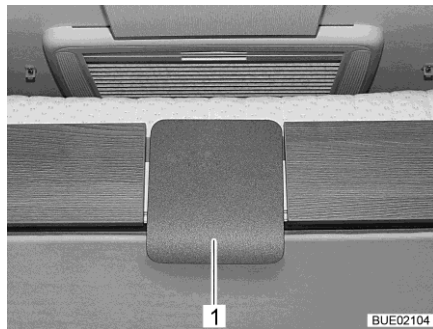

Fig. 139 Plaque de déverrouillage sur le lit escamotable (Ixeo I)
- Lit escamotable à cran : tirer en bas de la plaque de déverrouillage (Fig. 139,1) et tirer le lit escamotable jusqu'en butée vers le bas.